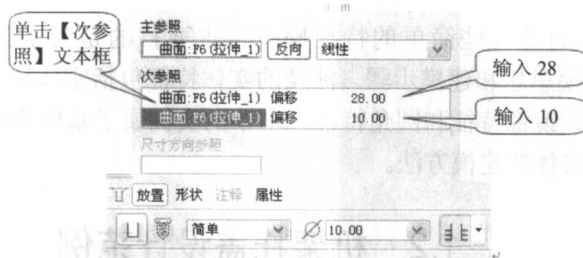

图 1-30 定义孔特征
(1) 在工具栏中单击  (孔特征)按钮，或者在主菜单上依次选择【插入】|【孔】命令。
(2) 系统弹出孔特征属性面板，单击【放置】按钮，出现如图 1-30 所示的【主参照】、【次参照】定义选项。